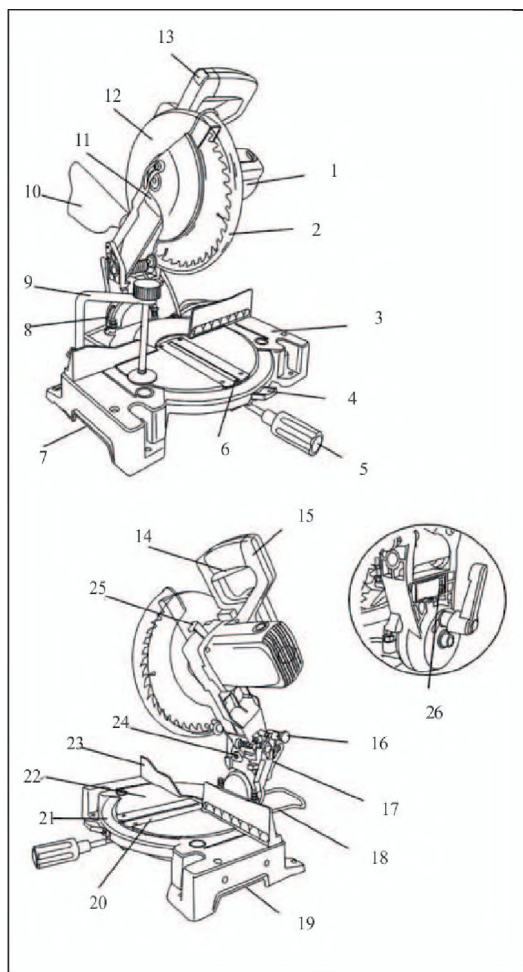

Рис. 2
3. Поверните стол, чтобы указатель встал на нужный угол на линейке скоса 21 (Рис. 2).